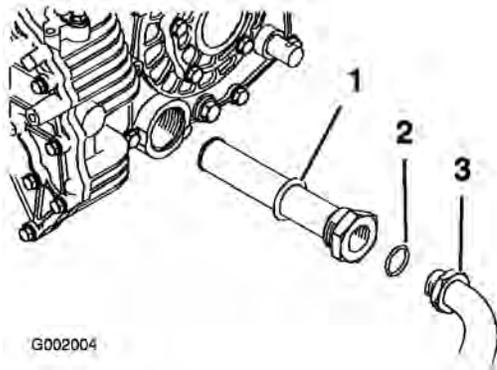

Figura 64
5. Retire o tubo do hidráulico e o conector de 90° (Figura 64).